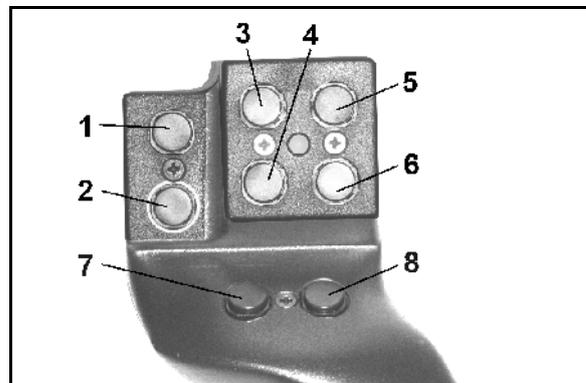
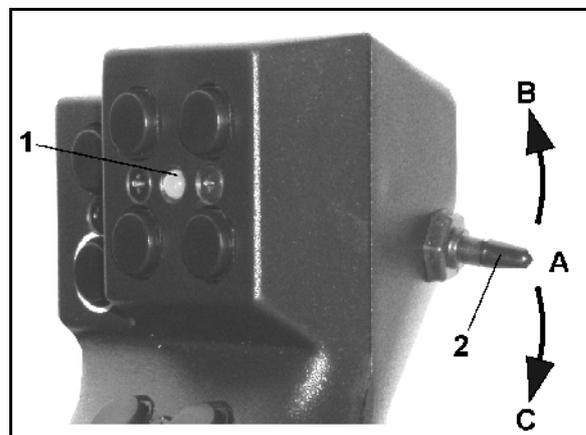

Fig. 71
Fig. 72
Pour la commande de l'**AMATRON+**, la poignée multifonctions (Fig. 71) offre 8 touches (1 - 8). Un commutateur (Fig. 72/2) donne aux touches 3 affectations différentes.
-  position centrale (Fig. 72/A) et peut être manœuvré
-  vers le haut (Fig. 72/B) ou
-  vers le bas (Fig. 72/C).
La position du commutateur est indiquée par une DEL (Fig. 72/1).